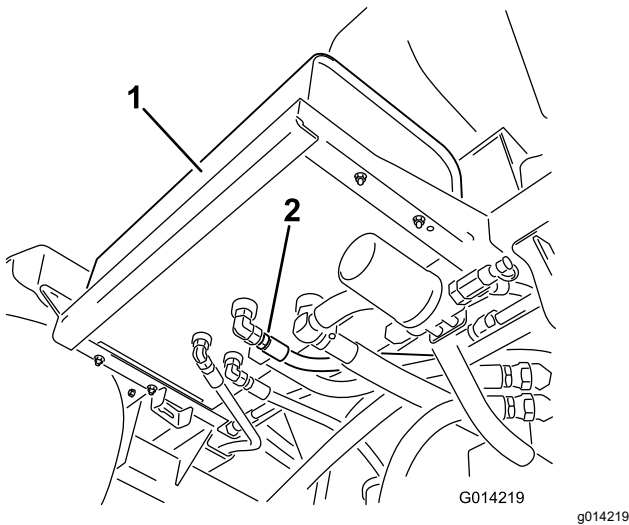

Figure 111
- Nettoyez la surface autour d'un raccord de flexible hydraulique au bas du réservoir d'huile hydraulique (Figure 111).
4. Débranchez le raccord de flexible du réservoir et vidangez l'huile dans le bac de vidange (Figure 111).